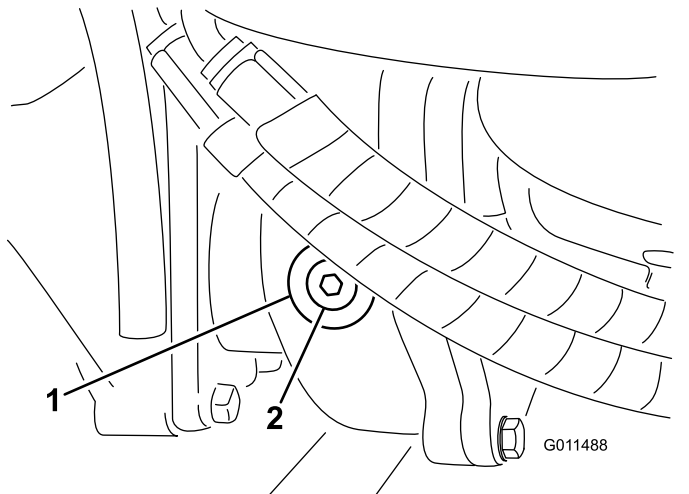

Figura 95
2. Togliete il tappo di controllo/riempimento dal lato sinistro del riduttore (Figura 95) e verificate che il lubrificante raggiunga la base del foro. Se il livello è basso, rabboccate con lubrificante fino a portarlo alla base del foro.